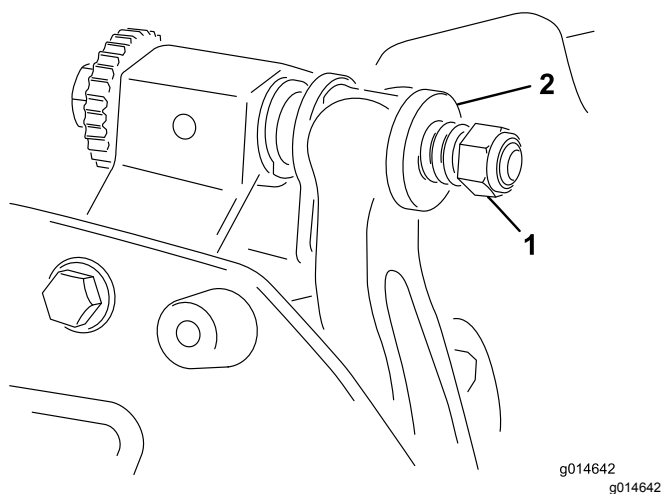

Рисунок 25
5. Затяните гайку натяжения пружины, чтобы пружина полностью сжалась, затем отверните ее на 1/2 оборота (Рисунок 25).